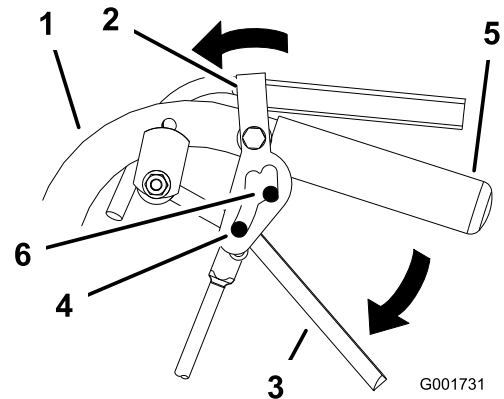

Figura 10
2. Ponga los dedos pulgar en la parte superior de los cierres y muévalos hacia adelante hasta que los pasadores estén en la posición de "hacia adelante" (Figura 10).